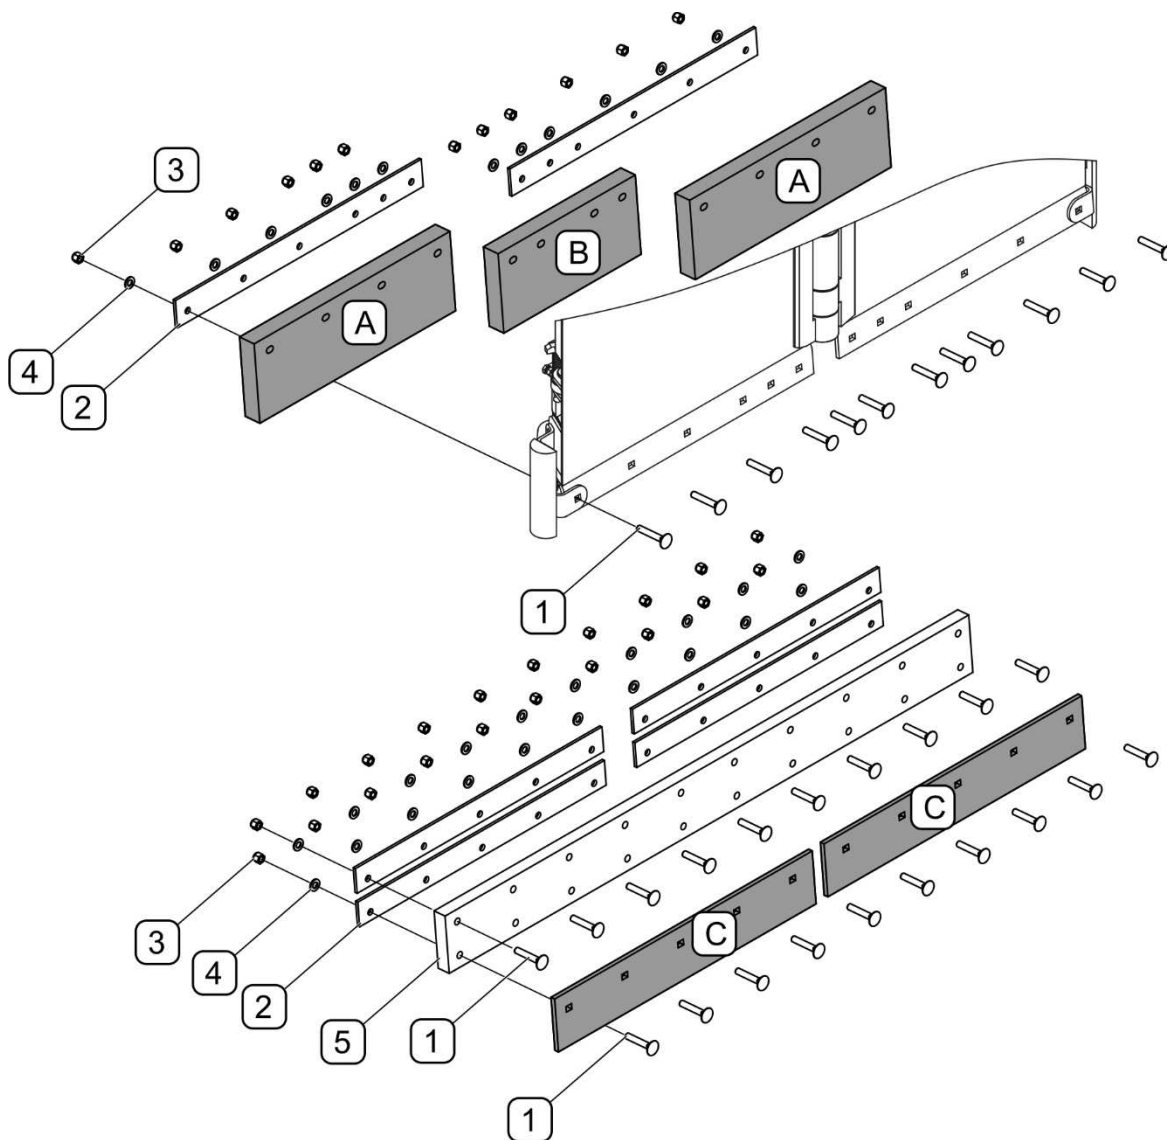

РИСУНОК 5.1 ЗАМЕНА НИЖНЕЙ КРОМКИ ОТВАЛА
Резиновая нижняя кромка отвала состоит из трех сегментов (А, В) (РИСУНОК 5.1). Для того, чтобы демонтировать сегменты кромки, нужно отвинтить гайки (3), вынуть крепежные болты (1) и шайбы (4) и снять прижимные планки (2). Заменить сегменты кромки. Монтаж производится в обратной очередности.